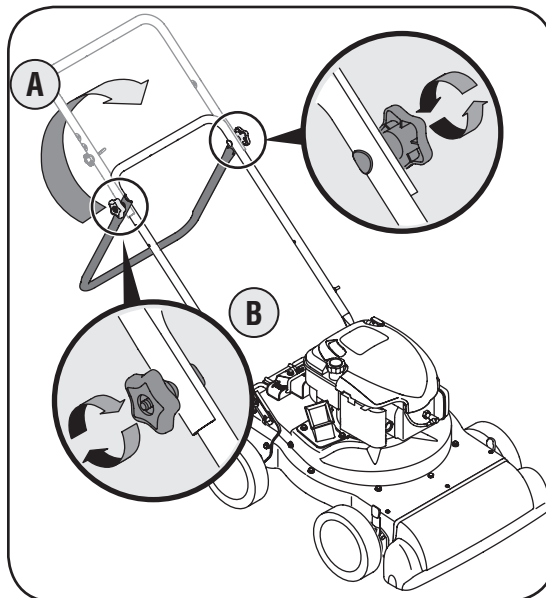

Figura 3-3
- a. Despliegue la manija superior hasta que quede alineada con la manija inferior. Asegúrese que la guía de la cuerda esté situada a la derecha de la manija superior. Vea la figura 3-3.
- b. Para sujetar las dos manijas ajuste las perillas de la manija (los pernos del carro deben estar colocados de forma adecuada en la manija). Vea la figura 3-3.